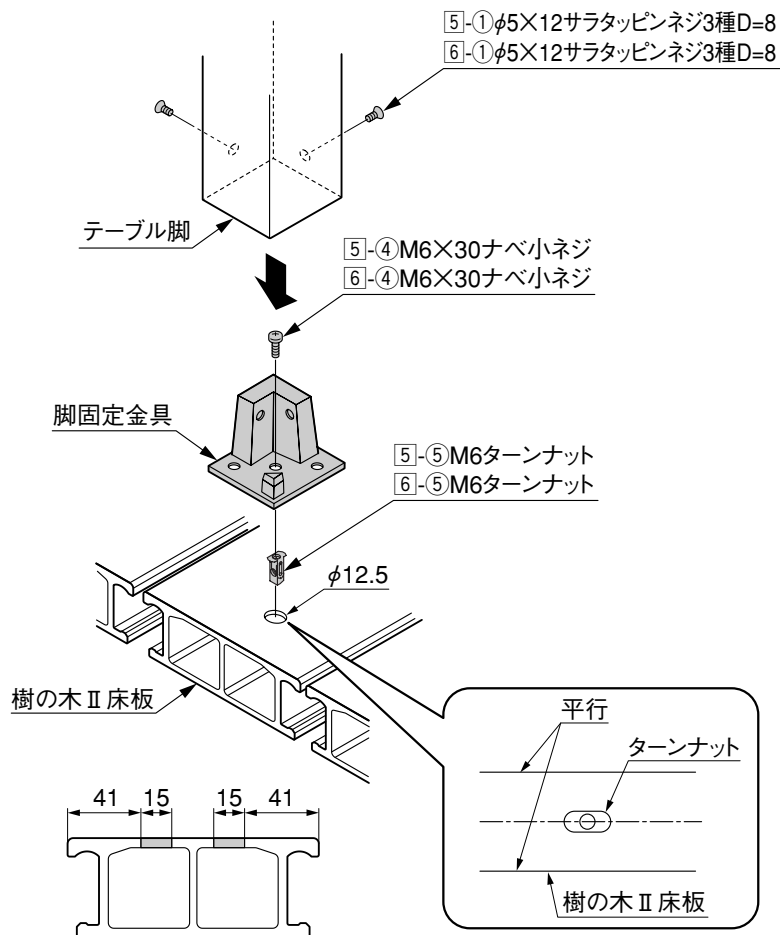

図6-1 ターンナット取付孔 中心位置の範囲
- 1 脚固定金具取付位置にφ12.5の下孔をあけてください。(図6-1参照)
- 2 脚固定金具を5-④または6-④、5-⑤または6-⑤で樹の木Ⅱ床板へ取付けてください。